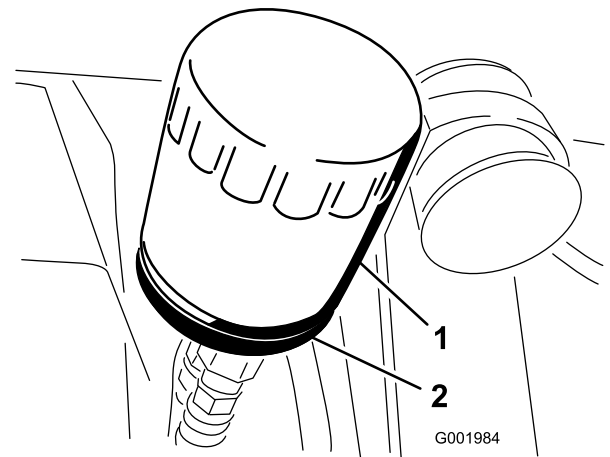

Figure 50
- Déposez le filtre à huile (Figure 50).
- Posez le filtre à huile de rechange sur l'adaptateur. Tournez le filtre dans le sens horaire jusqu'à ce que le joint touche l'adaptateur, puis donnez 1/2 tour supplémentaire (Figure 50).